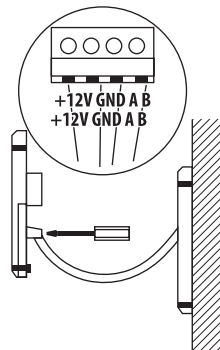

Рис. 12.
4. Подключите силовую проводку коробки внутри стены к клемме подключения (проверьте, чтобы не было короткого замыкания) (рис. 12).